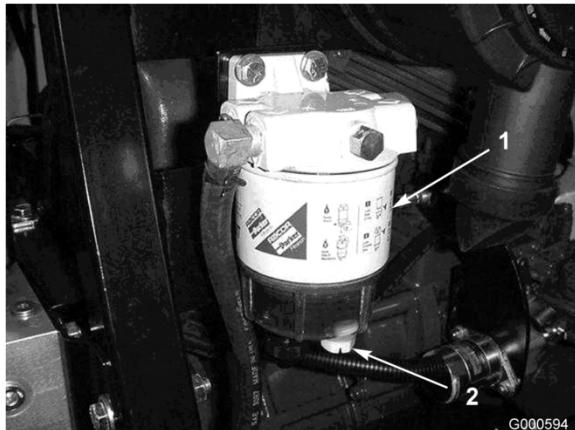

Bild 35
Entleeren Sie Wasser und andere Fremdstoffe täglich aus dem Wasserabscheider (Bild 35).
2. Lösen Sie die Ablassschraube an der Unterseite der Filterglocke (Bild 35). Ziehen Sie anschließend die Verschlusschraube wieder fest.